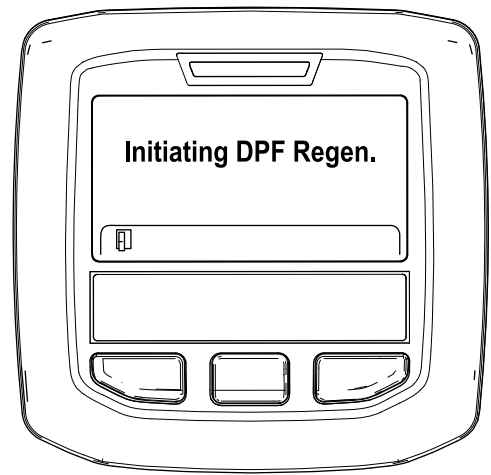

Figura 49
- A. "Initiating DPF Regen." (A iniciar Regen. DPF) é apresentada (Figura 49).